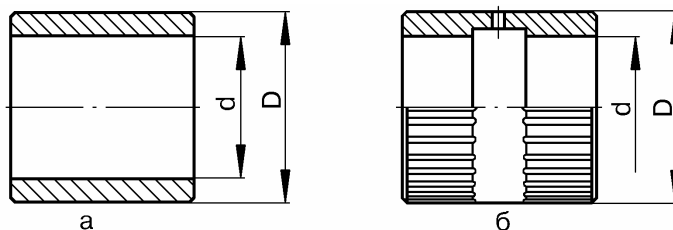

Рис.10. Втулка подшипника шестерни:
4.2.6 Втулка 2108-1701147 подшипника шестерни, рис.10а.
4.2.7 Втулка 21083/2110-1701133 подшипника шестерни пятой передачи, рис.10.